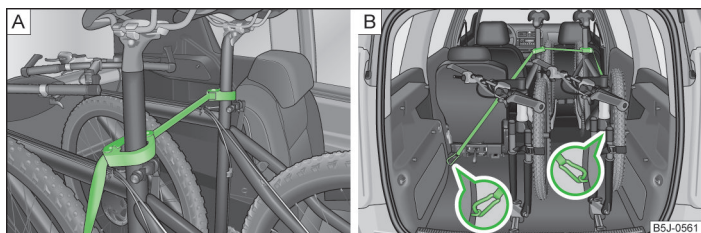

Fig. 57 Asigurarea bicicletelor
- Așezați colierul cu partea din cauciuc spre înainte (în sensul de deplasare) cât mai jos posibil pe tija șei, și strângeți colierul » fig. 57 - A.
- La transportarea a două biciclete, tensionați cureaua » fig. 57 - A între cele două șei, prin deplasarea prin împingere a unei biciclete față de cealaltă.
- Prindeți carabinele de la capetele curelei în inelele de ancorare ale scaunelor spate » fig. 57 - B.